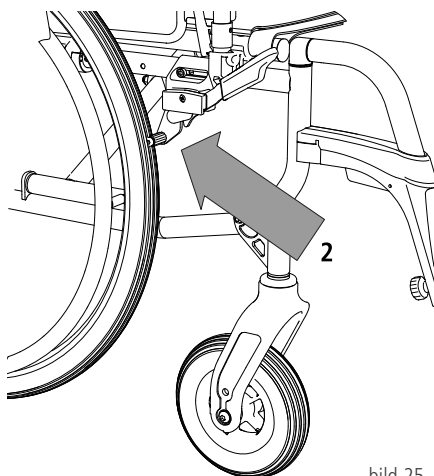

bild 25
2. Fortsätt att trycka bromsspaken framåt tills du känner att den låser i läge (pil 2 i bild 25).